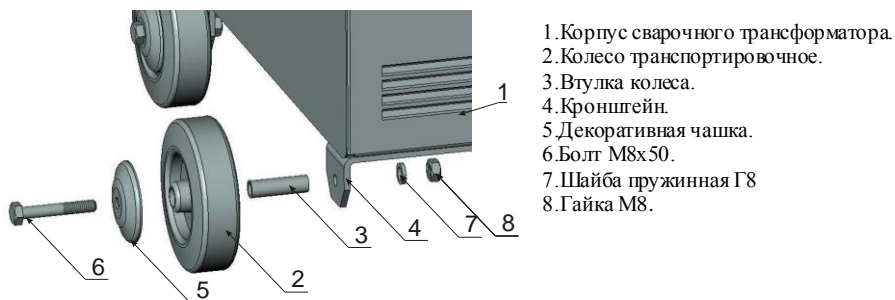

Рис.4 Установка транспортировочных колес.
7.3.2. Установите выпрямитель на транспортировочные колеса как указано на Рис.4